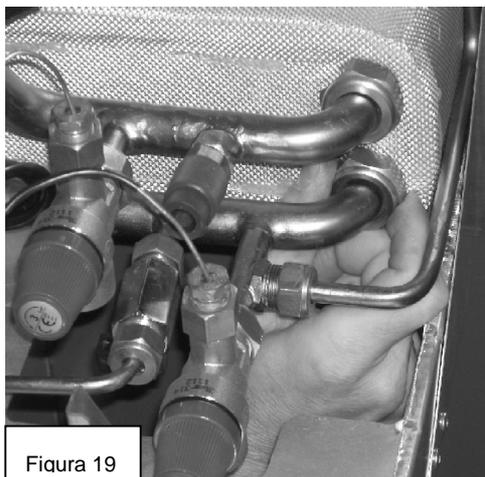

Figura 19
1. Svitare i quattro girelli collegati allo scambiatore primario (utilizzare le aperture sulla piastra porta-attacchi per accedere ai due girelli inferiori come nelle figura 19).